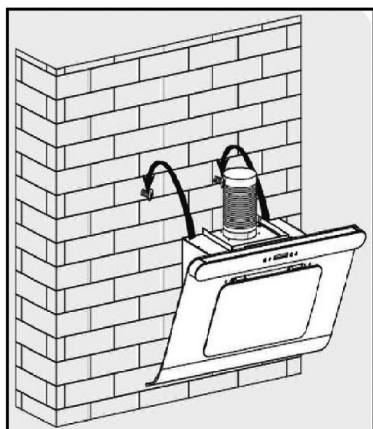

Рис. 9.4
9. Повесьте корпус вытяжки на установочные винты. Откройте откидную панель и закрепите вытяжку ещё двумя винтами в просверленные ранее отверстия (рис. 9.4; 9.5)